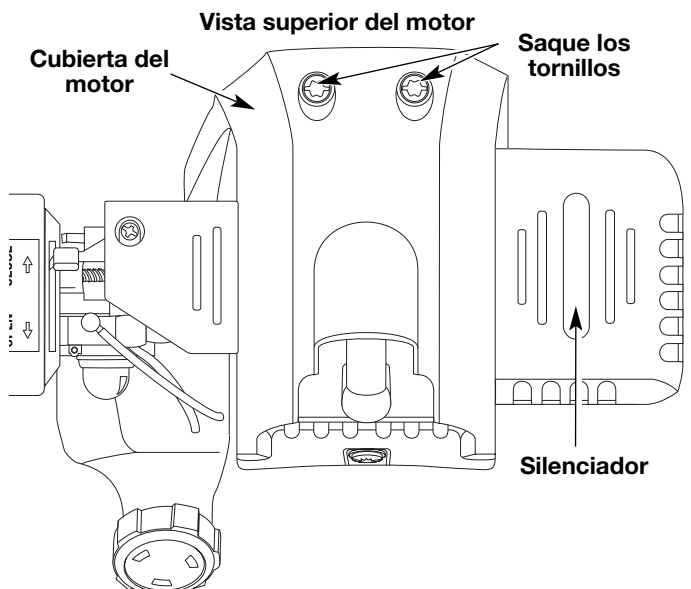

Fig. 23
1. Quite los dos (2) Tornillos de encima de la tapa del motor con un destornillador de pala o Torx #25 (Fig. 23).